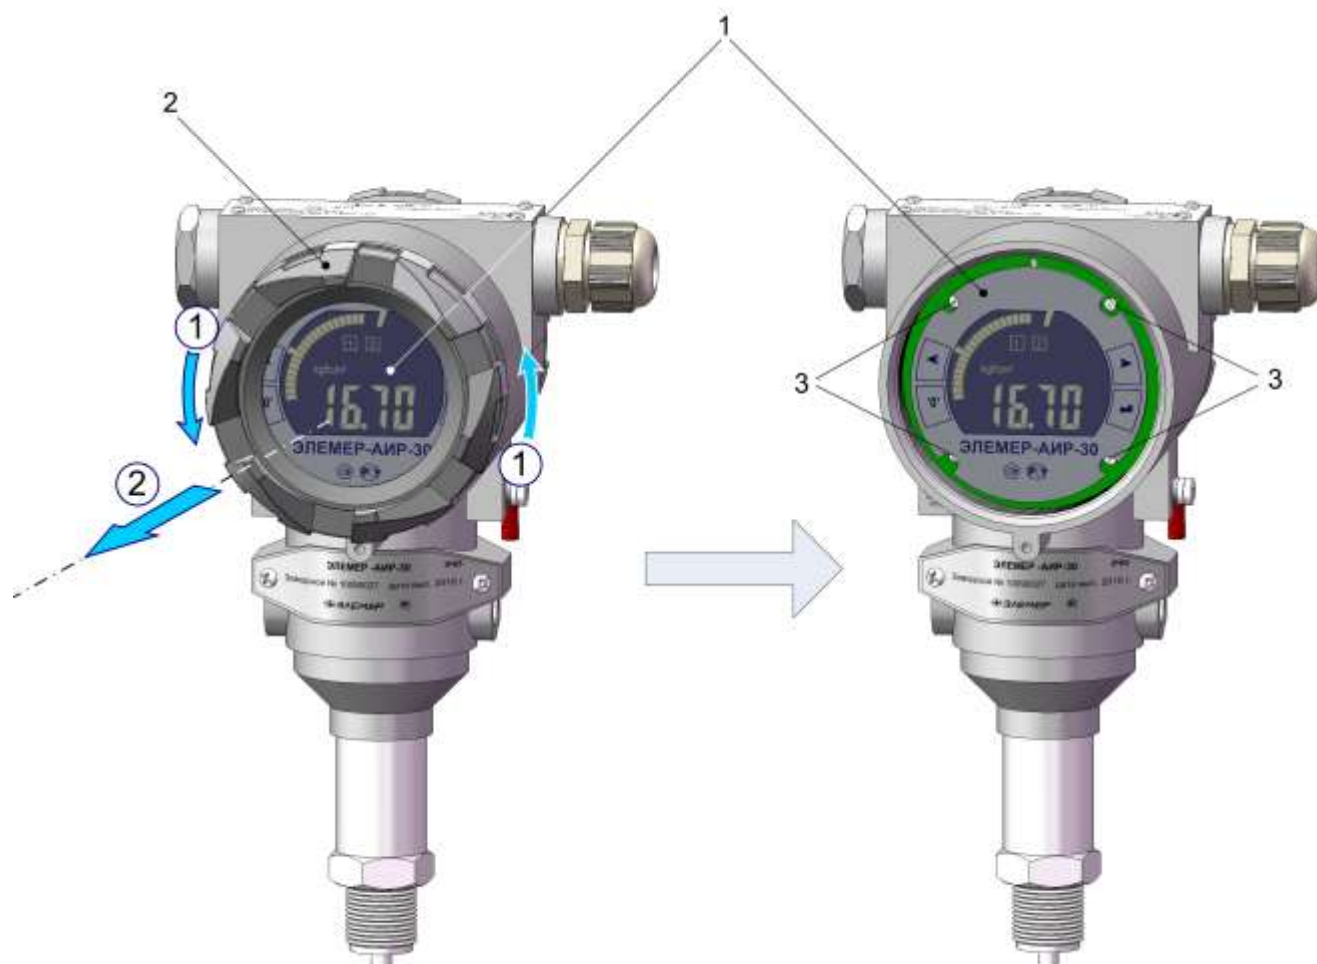

Рисунок 2.9
Для доступа к кнопкам, расположенным на панели индикатора АИР-30, необходимо отвинтить (в направлении стрелок **1**) и убрать (стрелка **2**) переднюю крышку 2 (см. рисунок 2.9).
- отвернуть переднюю крышку (см. рисунок 2.9);
- установить модуль индикации обратно, завернув крепежные винты 3 (см. рисунок 2.9).